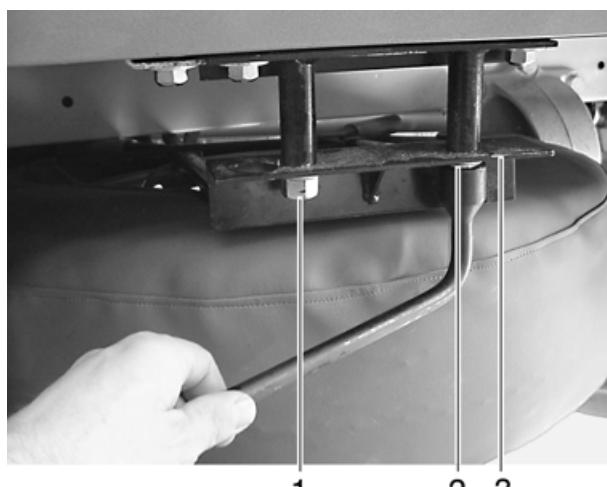

Bild 109 Ersatzrad-Haltevorrichtung
- Schraube (Bild 109,1) mit dem Radmutter-schlüssel (Bordwerkzeug) drei Umdrehungen lösen.
- Schraube (Bild 109,2) lösen.
- Ersatzrad-Haltevorrichtung (Bild 109,3) nach vorne ziehen und ablegen.